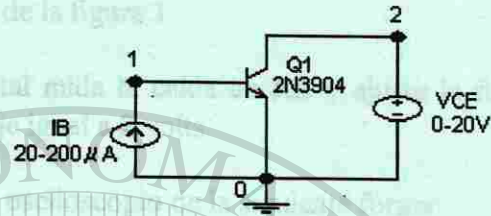

Figura 1. Circuito para obtener curvas características del transistor.
1.-Crear el archivo EXP06.CIR con la descripción del circuito de la figura 1.